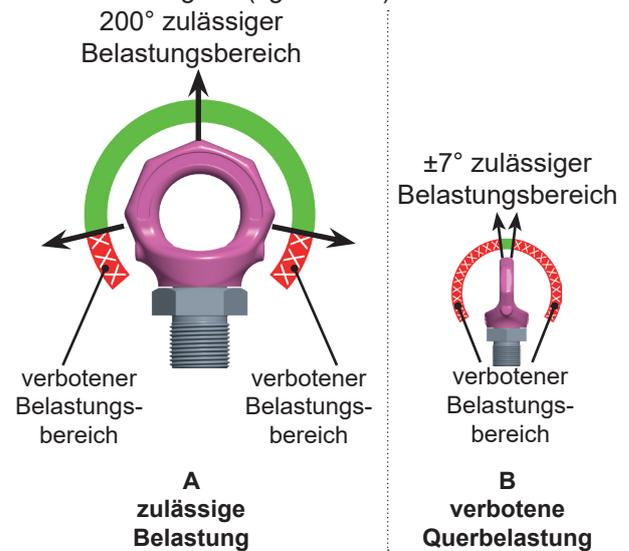

Abb. 1:
- Stellen Sie vor dem Einhängen des Anschlagmittels den Anschlagpunkt VRS mit Rohrgewinde in Krafrichtung ein (vgl. Abb. 1).